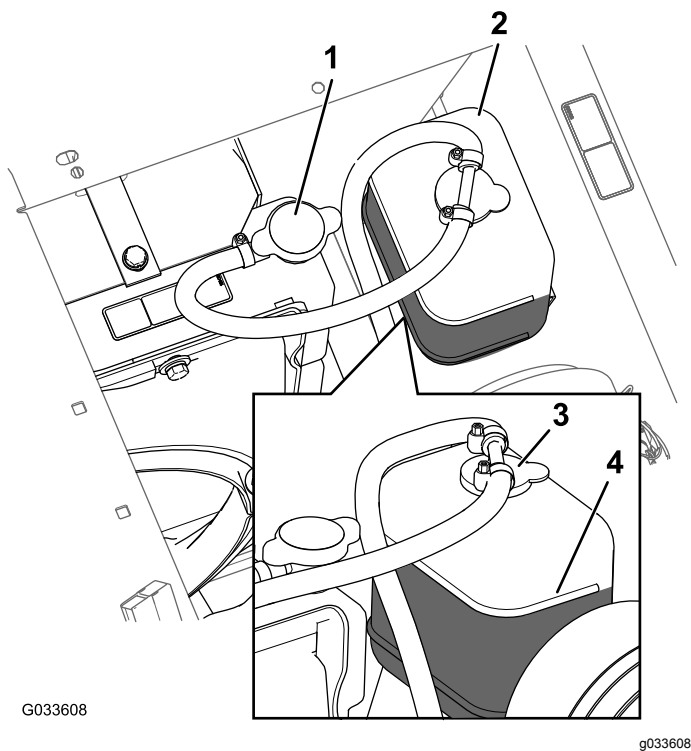

Figure 81
3. Retirez le bouchon du radiateur et le bouchon du vase d'expansion avec précaution (Figure 81).
Remarque: Le radiateur doit être rempli jusqu'en haut du goulot de remplissage et le vase d'expansion jusqu'au repère MAXIMUM (Figure 81).
- Si le niveau de liquide de refroidissement est bas, enlevez le bouchon du vase d'expansion et le bouchon du radiateur. Remplissez le vase d'expansion jusqu'au repère MAXIMUM, et le radiateur jusqu'en haut du goulot de remplissage (Figure 81).
- Remettez en place les bouchons du radiateur et du vase d'expansion (Figure 81).
- Lorsque le moteur est froid, retirez le bouchon du radiateur (Figure 81).
- Retirez le bouchon de radiateur (Figure 81).
10. Une fois le liquide de refroidissement chaud, faites l'appoint jusqu'à la surface d'étanchéité du bouchon et serrez ce dernier (Figure 81).
11. Ouvrez le bouchon du vase d'expansion et remplissez de liquide de refroidissement jusqu'au niveau à froid (Figure 81).